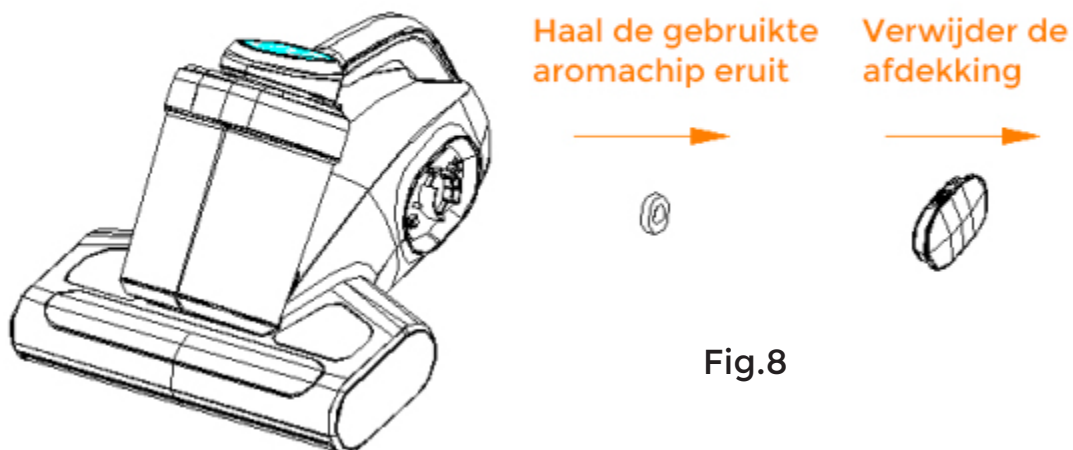

Fig.8
3. Gebruik het oude geurtablet verwijderen (Fig. 8).